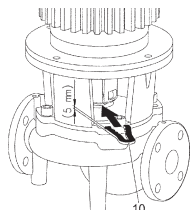

Fig. 13: Montering af monteringsgaffel
10. Skub monteringsgafflen (Fig. 13, pos. 10) ind mellem lanternen og koblingen. Monteringsgafflen skal sidde uden slør.
11. Spænd først koblingsskruerne let (Fig. I/II/III/IV/V, pos. 1.41), indtil koblingshalvskålene flugter med udligningsskiverne.
8. Afmonter kobling (Fig. I/II/III/IV/V, pos. 1.5).
9. Løsn motorfastgøringskruerne (Fig. I/II/III/IV/V, pos. 5) på motorflangen, og løft drevet af pumpen med egnet løftegrej.
13. Skub monteringsgaflen (Fig. 13, pos. 10) ind mellem lanternen og koblingen. Monteringsgaflen skal sidde uden slør.